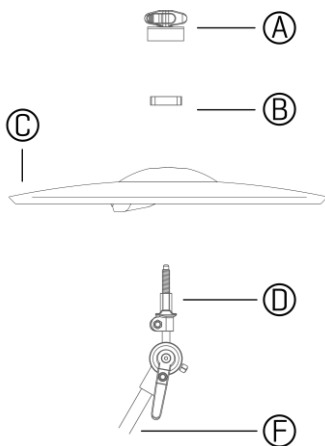

Figura 2
- 1 Svitare il reggi-piatto (D) sul braccio del piatto di 8 mm (F).
- 2 Collocare il piatto (C) sull'reggi-piatto (D) seguito dal blocco girevole (B). Figura 2.